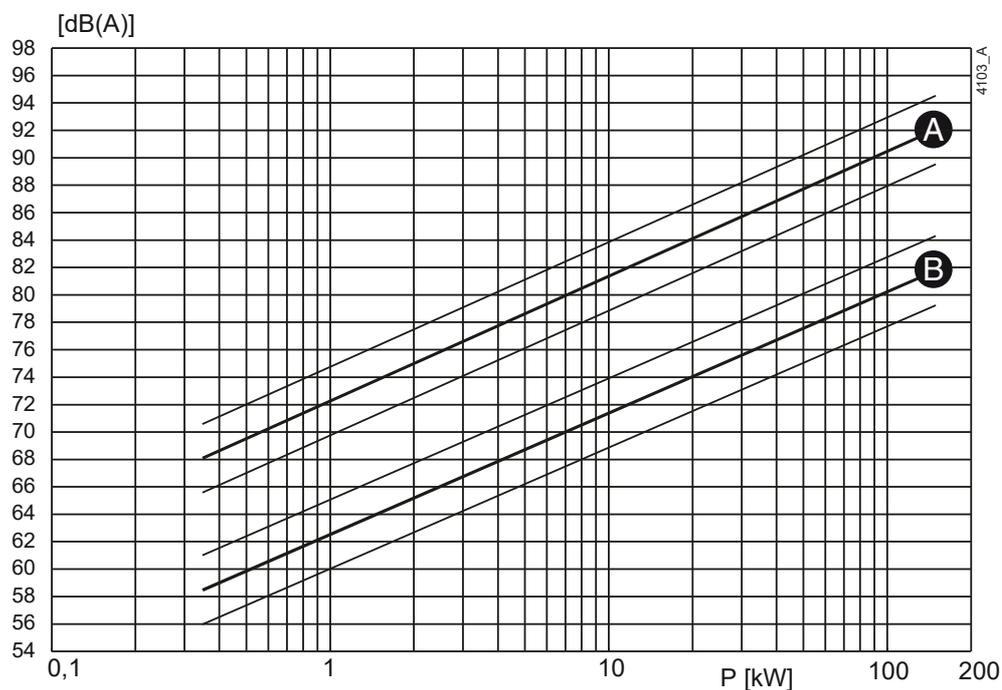
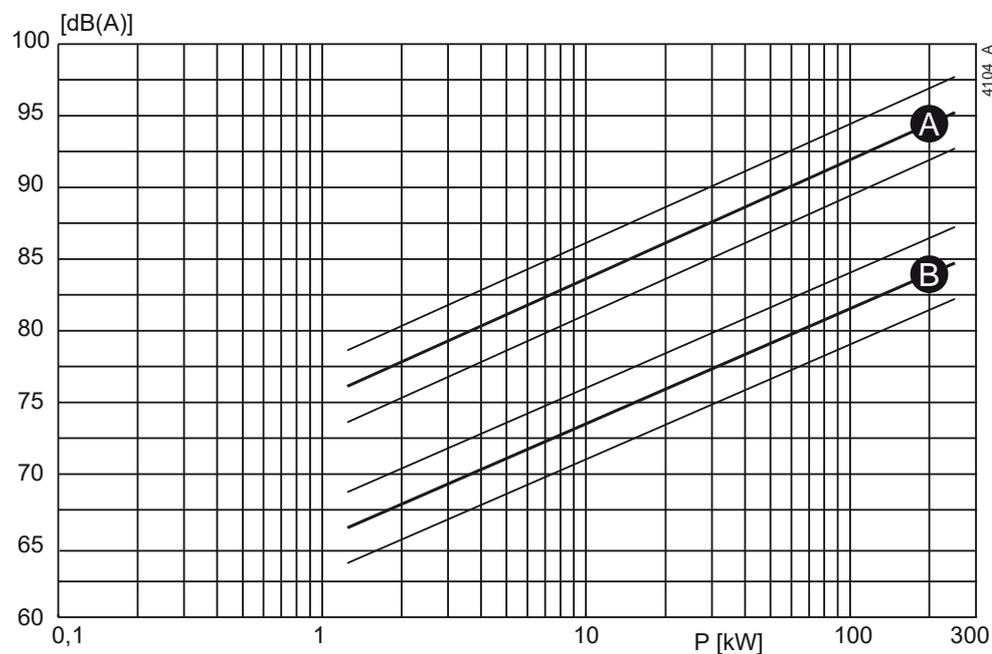

Figura 51: Livello di rumorosità in funzione della potenza [kW] a  $1450 \text{ min}^{-1}$ .
Figura 52: Livello di rumorosità in funzione della potenza [kW] a  $2900 \text{ min}^{-1}$ .
- 1 Determinare il livello di rumorosità (L1) della pompa. Vedere Figura 51 o Figura 52.